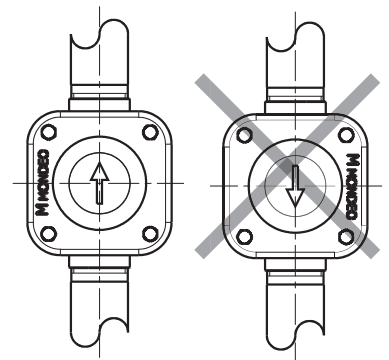

fig. 2
- Ventilen får installeras i vertikalt läge (fig. 2) med pilen för flödesriktning vänd uppåt.